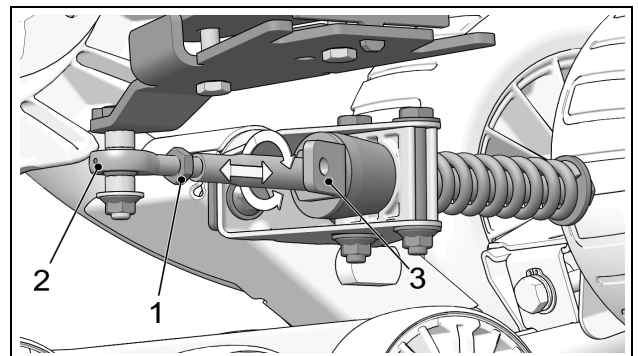

Abbildung 7
- Lösen Sie Gegenmutter (1). Stellen Sie die Länge des Stangenkopfes (2) ein, indem Sie das Lenkbegrenzer-Stützblech (3) des Stabilisierungsarms drehen. Verwenden Sie einen 30 mm [1 3/16 Zoll] Schraubenschlüssel, um das Stützblech so zu drehen, dass die Wasserwaage exakt ausgerichtet ist. Siehe Abbildung 7.
**HINWEIS:** Die Stabilisierungsarme auf dem vorderen Raupenkettensystem sind mit einem gekrümmten Schutzblech (3) ausgestattet, das die Lenkung begrenzt. Dieses Stützblech sollte nach innen zum Fahrzeug hin zeigen.